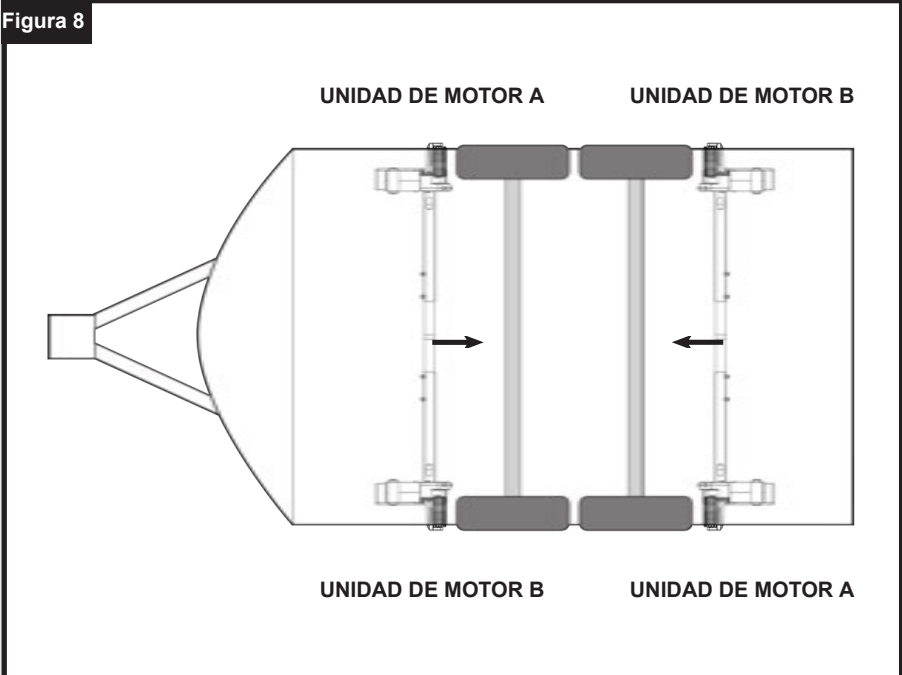
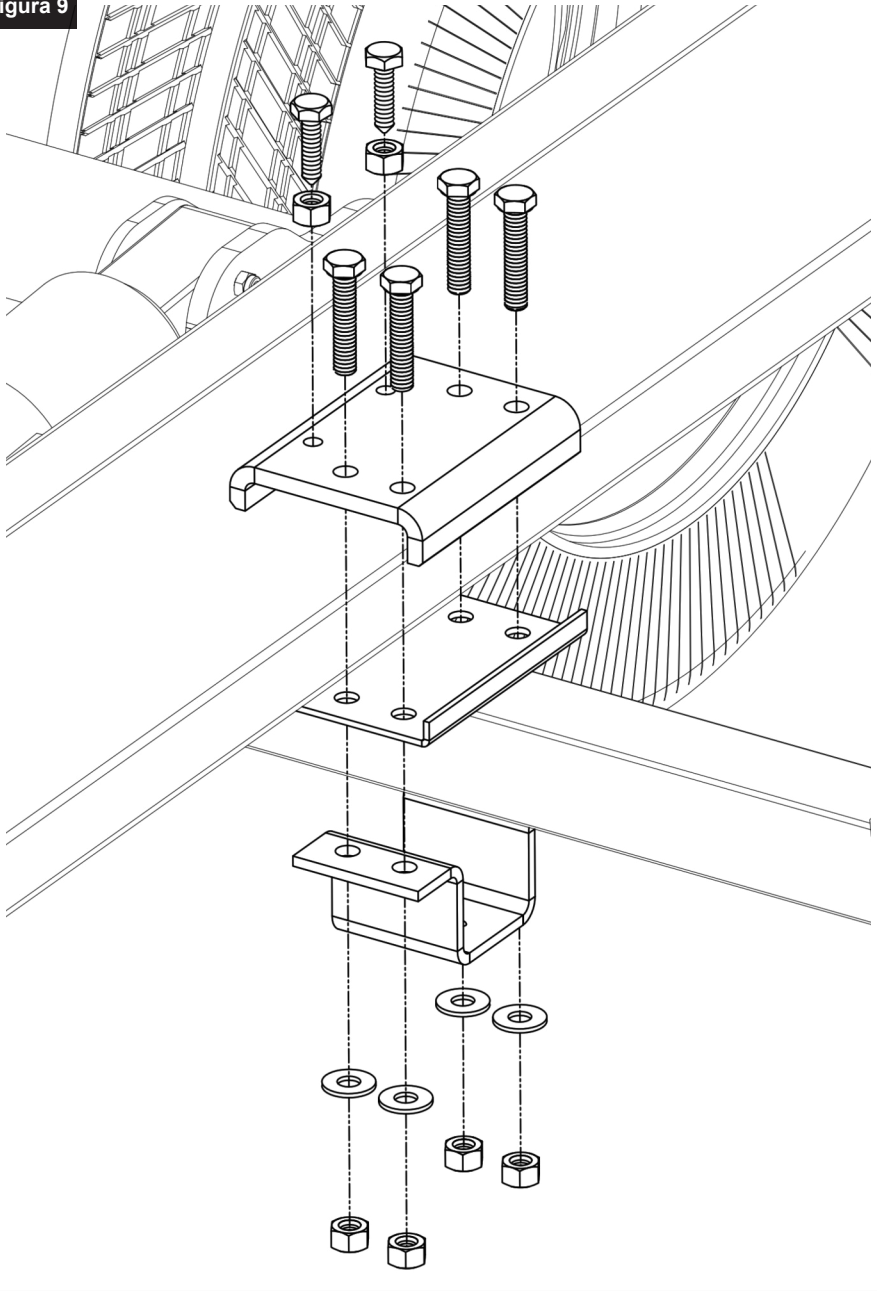

Figura 9
Figura 10
Estudie la figura 9. En uno de los lados del vehículo, eleve el conjunto de la estructura y coloque sin apretar el conjunto de abrazaderas en la estructura y el chasis según la figura 10. Las fijaciones de las abrazaderas (7,16,17,18) no deben estar más que apretadas con los dedos en esta fase. Una vez que se haya auto sostenido mediante las fijaciones sueltas, proceda a repetir el proceso en el otro lado del vehículo.
Una vez que esté satisfecho con el espaciado del motor, apriete completamente las cuatro tuercas nyloc (17) en ambos conjuntos de sujeción (Fig.9) a un par de 40 ft lbs/55Nm, luego los pernos (Fig.1A) en cada marco del lado del motor a un par de 9ft lbs/12Nm. Vuelva a comprobar la distancia de 20 mm entre los rodillos y los neumáticos y, si es necesario, afloje los pernos y vuelva a ajustar la posición del conjunto. Una vez que esté satisfecho con la posición del conjunto, coloque y apriete las tuercas y los pernos de tope del chasis (7) en cada una de las placas superiores de la abrazadera clásica (8) (véase la figura 9). Apriete a un par de 40 ft lbs/55Nm. Los pernos de tope se agarran al borde del chasis y ayudan a evitar que la máquina se deslice por el chasis